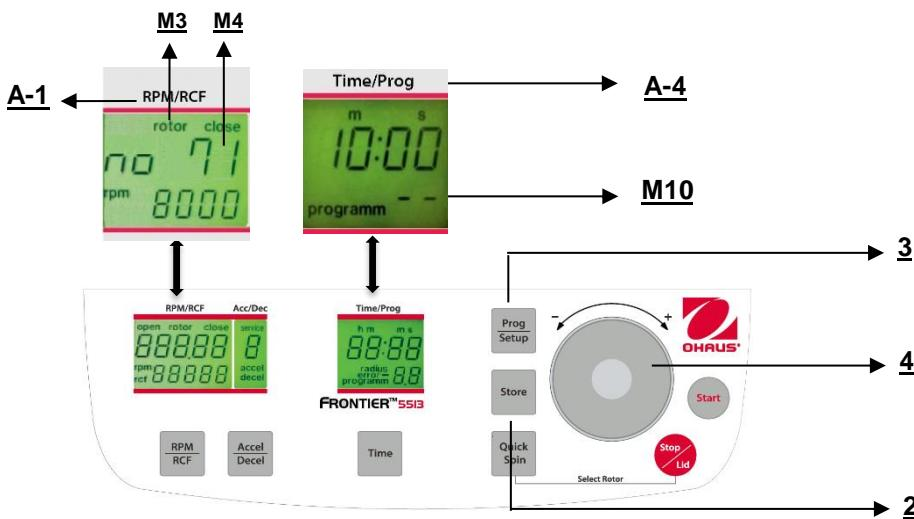

Abbildung. 23
Um gespeicherte Programme aufzurufen, drücken Sie die Taste **"Prog/Setup"** (3) (siehe Abbildung 23), während der Deckel bereits geschlossen ist. Innerhalb der Anzeige **"Time/Prog"** (A-4) erscheint **"programm --"** (M10). Die gewünschte Programmnummer kann vorab mit dem Anpassungs Wähl scheibe (4) ausgewählt werden. Auf den entsprechenden Anzeigen erscheinen die gespeicherten Werte für dieses Programm. Wenn sich der falsche Rotor für das vorab ausgewählte Programm innerhalb der Zentrifuge befindet blinkt auf der Anzeige **"RPM/RCF"** (A-1) das Wort **"rotor"** (M3). Gleichzeitig werden das Wort **"FALSE"** und die gespeicherte Rotornummer **"xx"** (M4) abwechselnd blinken.
Um den Programmmodus zu verlassen, drücken Sie lediglich die Taste **"Prog/Setup"** (3) (siehe Abbildung 23). Dann erscheint innerhalb der Anzeige **"Time/Prog"** das Wort **"programm"**.